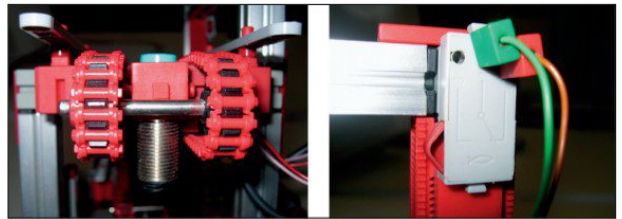

Bild 1: Sensor und Geber
3. Welche Arten von Sensoren bzw. Geber (**Bild 1**) werden in der Anlage verwendet?